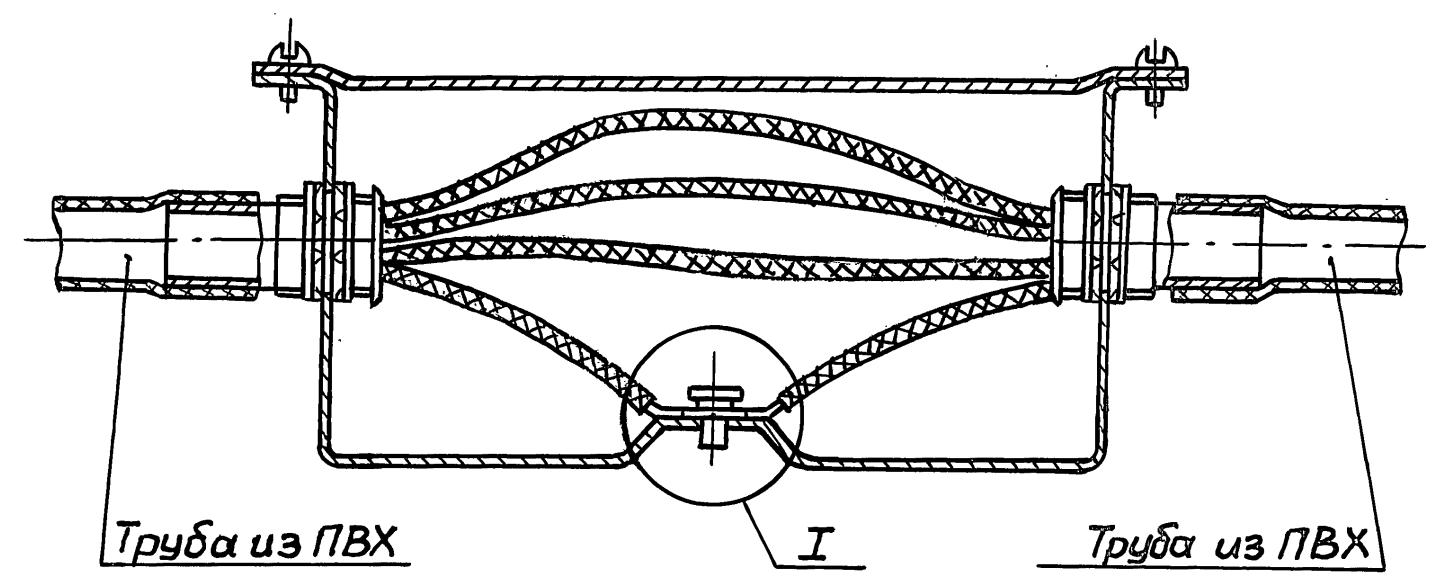
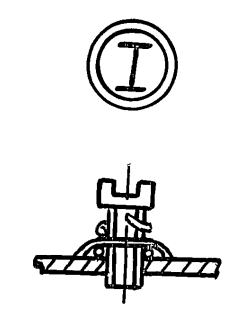

Рис.1
Рис.2
1. В случае, если в трубе из ПВХ кроме фазных прокладывается также нулевой рабочий или нулевой защитный (заземляющий) провод, то зануление (заземление) корпуса коробки выполняется „шлейфом“ этого проводника (см. рис.2) или отпайкой от него к зажиму заземления внутри корпуса (см. рис. 1).